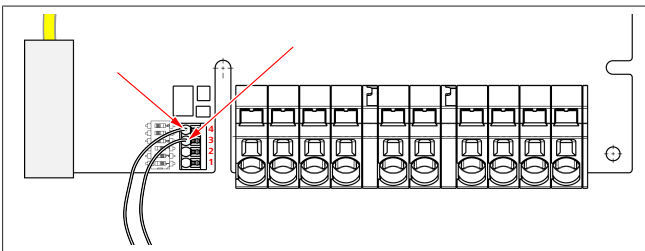

Fig. 9
Fjernbetjeningsmodtagerens eller den potentialfrie kontakts to kabler skal tilsluttes i dette stik i position 3 og 4 (se Fig. 9). Det kan frit vælges, hvilket af de to kabler der sættes i pos. 3 og 4 (maks. kabeltværsnit 1,5 mm2).